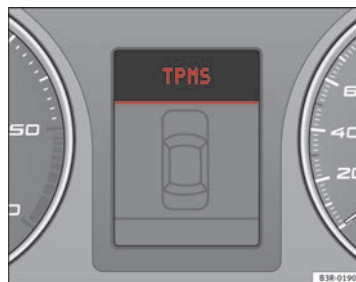
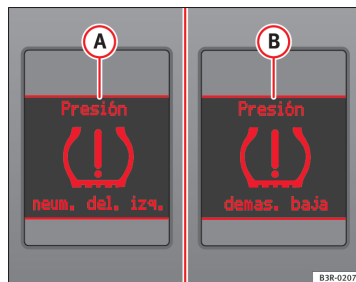

Fig. 45 Pantalla: avería del sistema
Fig. 46 Pantalla: aviso con texto de advertencia ►
El testigo amarillo (U) luce permanentemente si el sistema está averiado o si la presión de inflado es demasiado baja por lo menos en una de los neumáticos. En caso de avería del sistema se activa la indicación TPMS en la pantalla central del cuadro de instrumentos ⇒ fig. 45. En caso de que se produzca una pérdida de presión de los neumáticos de forma rápida, en la pantalla central del cuadro de instrumentos, se activa el mensaje (A) ⇒ fig. 46. Si la pérdida de presión se produce de forma lenta, en la pantalla central del cuadro de instrumentos, se activa el mensaje (B) ⇒ fig. 46. En este mensaje no se especifica el neumático afectado. Si le ocurre algunas de estas indicaciones: